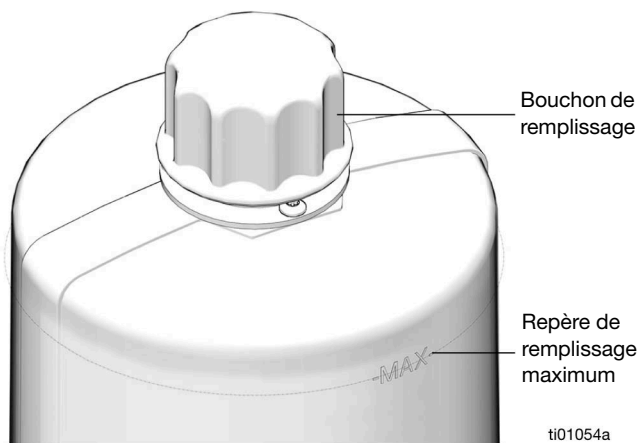

FIG. 22
- Ne pas trop remplir (FIG. 22).
1. Retirer le bouchon de remplissage (Z) (FIG. 22).
2. Versez l'huile dans le réservoir jusqu'au repère de remplissage maximum (FIG. 22).
3. Remettre en place le bouchon de remplissage (Z). Serrer fermement le bouchon à la main.